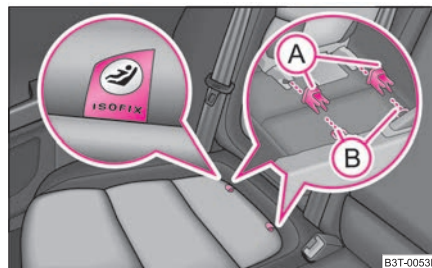

Fig. 172 Argollas de sujeción (sistema ISOFIX)
- Introduzca los conos receptores **(A)** en las argollas de sujeción **(B)** entre el respaldo y la banqueta ⇒ **página 180, fig. 172.**